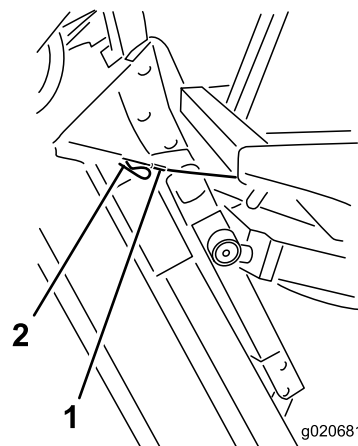

Рисунок 83
6. Удерживая деку газонокосилки в вертикальном положении, установите конец троса на штифт подъемного рычага деки газонокосилки и зафиксируйте его игольчатым шплинтом (Рисунок 83).